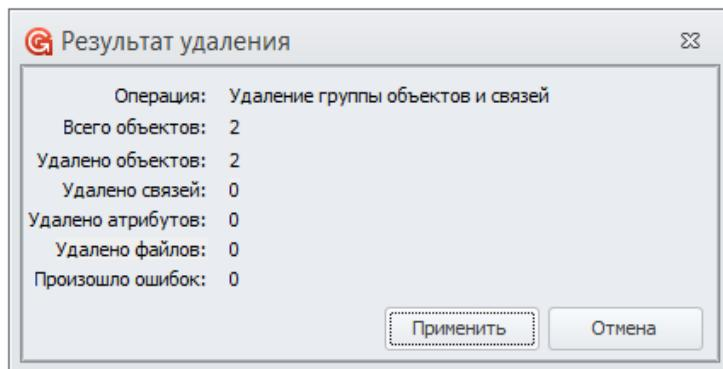

Рисунок 24: Пример окна "Результат удаления"
5. В открывшемся окне «Результат удаления» нажать кнопку **Применить** (рис. 24).